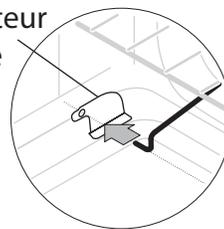
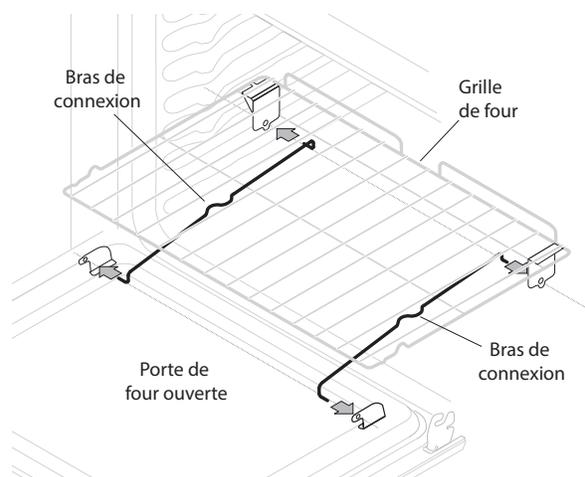

Figure 17 : Bras de connexion/connecteur de porte
Figure 18 : Montage de la grille de four Effortless^{MC}
4. Montez un bras de connexion à la fois. En gardant la porte du four ouverte et la grille du four en place, placez une extrémité du bras de connexion dans l'ouverture du support de connecteur de la porte (figure 17) et l'autre extrémité dans l'ouverture du support de connecteur de la grille (figure 18). La grille du four devra peut-être être réglée vers l'intérieur ou vers l'extérieur pendant qu'elle est dans sa position, afin que sa longueur corresponde à celle du bras de connexion.